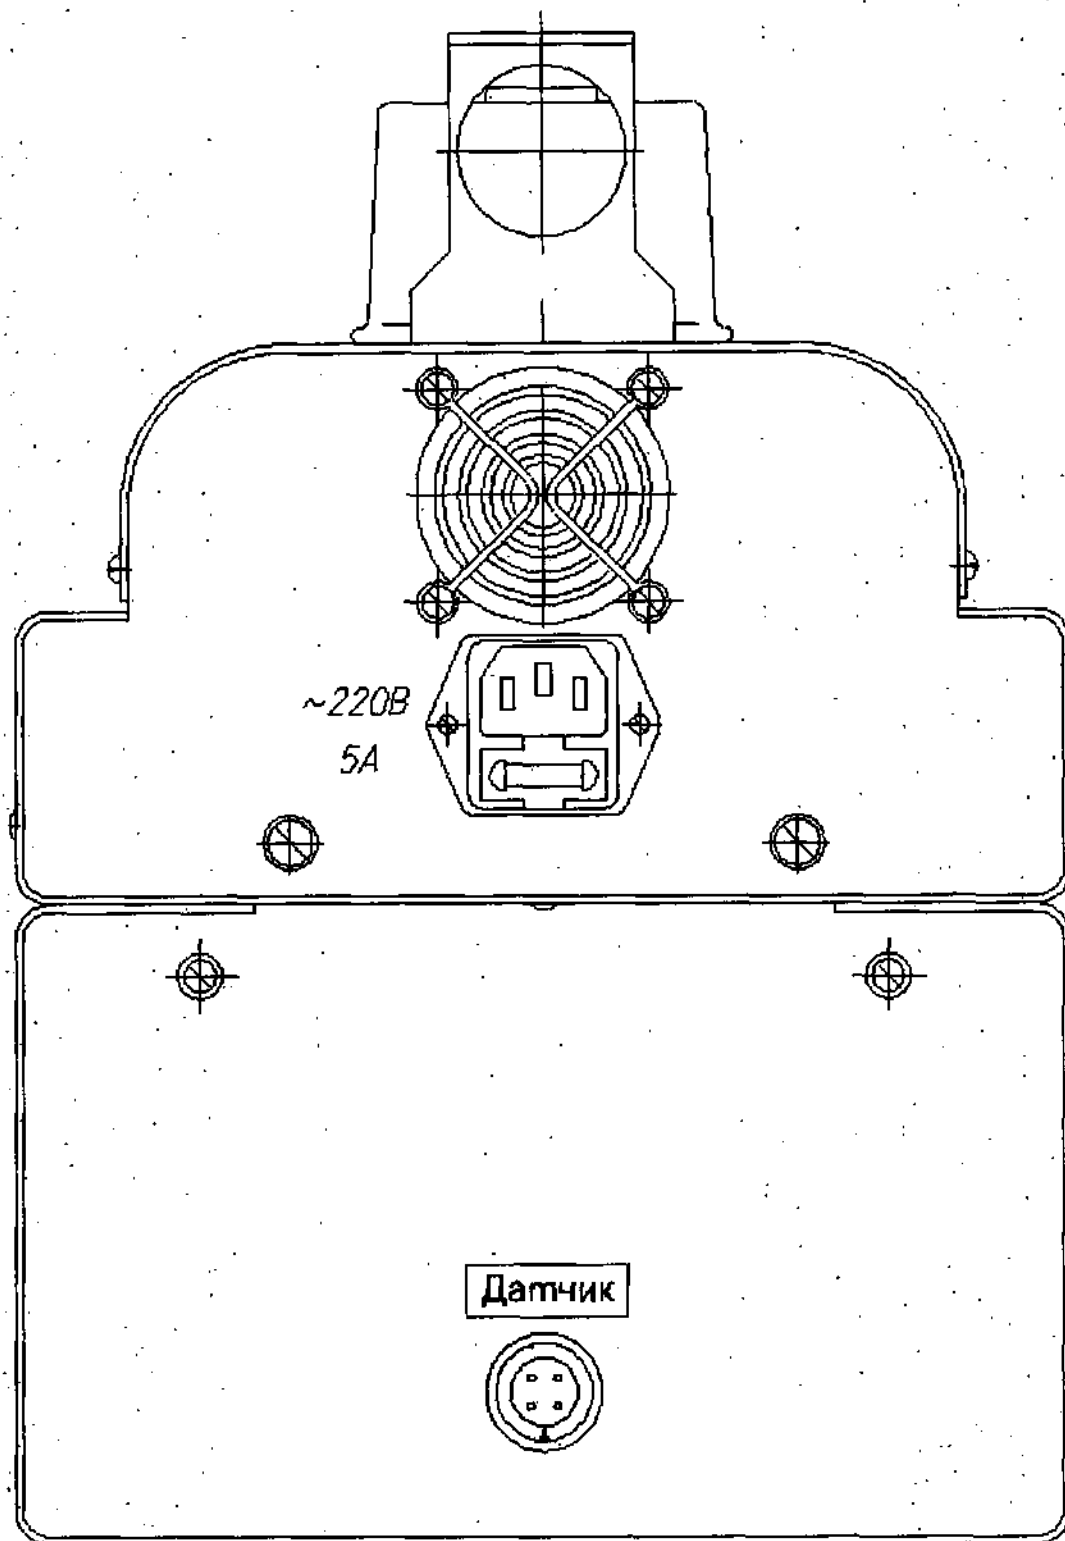

Рисунок 3 – Блок обогрева. Вид сзади.
1.5.2 Задние панели (см. рисунок 3)